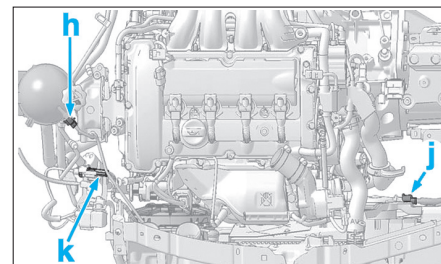

Fig. 77
- le raccord de sortie d'air (15) du turbocompresseur,
- les fixations (16), (17) du raccord intermédiaire d'entrée boîtier papillon.
- Desserrer le collier (18).
- Déposer le raccord intermédiaire d'entrée boîtier papillon (19).
- le faisceau du bornier (20) en "f", "g",
- le faisceau moteur (21) en "e",
- Déposer la gouttière de faisceau (22).
- Débrancher et écarter les faisceaux des groupes motoventilateurs en "j", "k" (Fig.77).